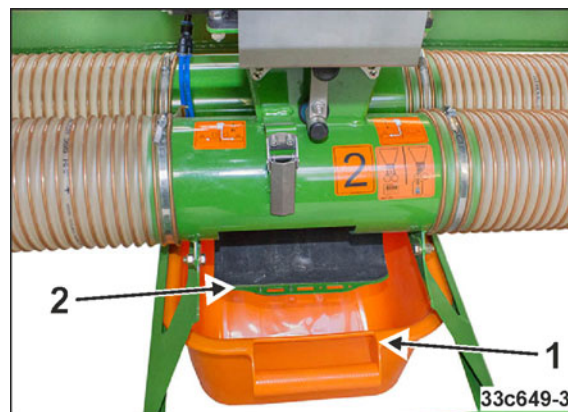

Fig. 156
4. Împingeți câte o tavă de calibrare (Fig. 156/1) în suportul de sub fiecare dozator.
5. Desfaceți cârligele de strângere și clapetele căii de transport din stânga (Fig. 156/2).